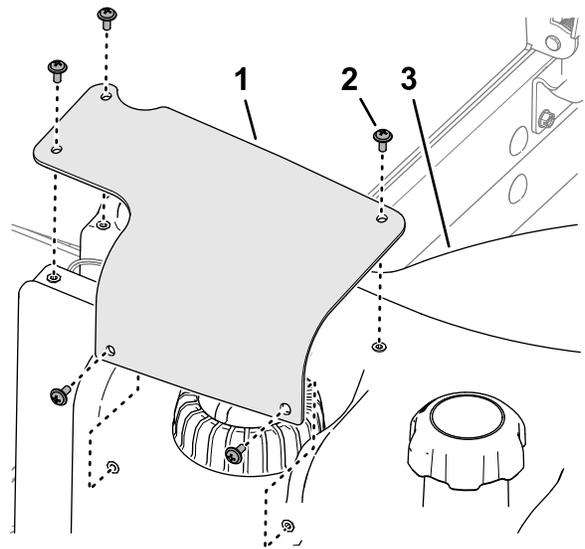

**Bild 94**
6. Verbinden Sie den Steckverbinder des Kraftstoff-Füllstandssensors mit dem Steckverbinder des Maschinenkabelbaums (Bild 94).